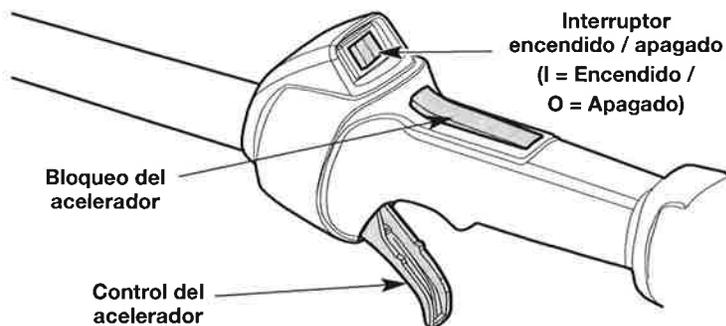

Fig. 9
**NOTA:** No hay necesidad de encender la unidad. El interruptor de Encendido/Apagado debe estar en la posición **Encendido (I)** en todo momento (Fig. 9).
**NOTA:** **NO** apriete el control del acelerador hasta el paso 8 (Fig. 9).
9. Oprima y mantenga apretado el bloqueo del acelerador (Fig. 9). Apriete el control del acelerador según sea necesario para el funcionamiento (Fig. 9).
2. Oprima y no suelte el interruptor de control de Encendido y Apagado en la posición **Apagado (O)** hasta que el motor se detenga por completo (Fig. 9).
**NOTA: NO** apriete el control del acelerador hasta el paso 10 (Fig. 9).
11. Oprima y mantenga apretado el bloqueo del acelerador (Fig. 9). Apriete el control del acelerador según sea necesario para el funcionamiento (Fig. 9).